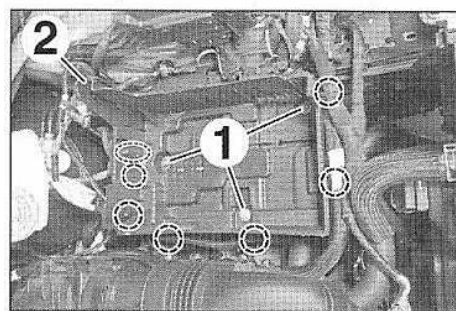
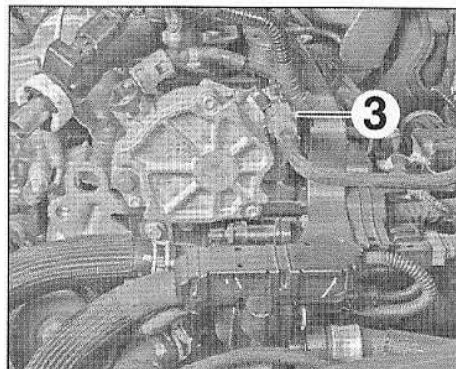

FIG.115
FIG.116
- Dégraffer et écarter les faisceaux attenants au bac à batterie (Fig.115).
- les vis (1),
- le bac à batterie (2),
- Débrancher le raccord (3) sur la pompe à vide (Fig.116).
- Dégrafer et écarter les faisceaux attenants au bac à batterie (Fig.115).